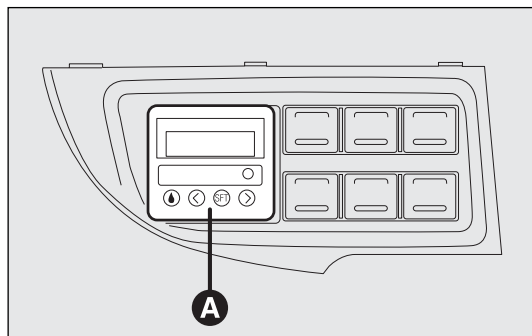

fig. 61
- un minuteur numérique A-fig. 61 pour la mise en service manuelle du chauffage ou pour la programmation de l'heure d'allumage.